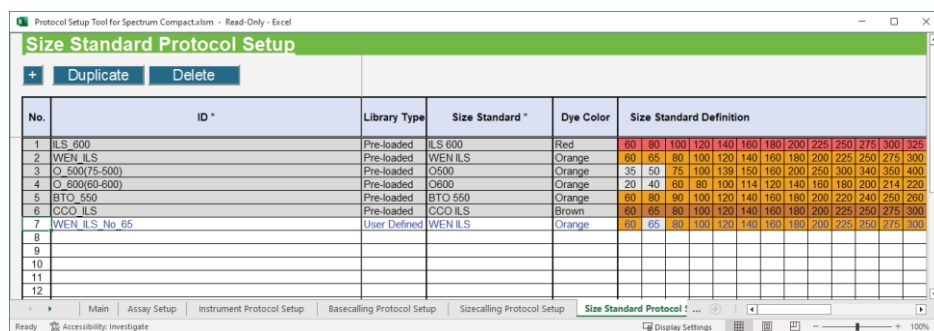

図 199 Size Standard Protocol Setup ワークシート画面
- Spectrum Compact のコントロールソフトウェアからエクスポートしたプリロードされた size standard protocol は、グレーで表示されます。また、直接編集はできませんが、コピーして編集できます。ユーザーが定義した size standard protocol はグレーで表示されず、直接編集や新しく size standard protocol を作るためにコピーして編集もできます。(図 199)
3. ユーザーが定義した既存のプロトコルを上書きしない場合、希望する size standard protocol ID を選び、「Size Standard Protocol Setup」ワークシート（図 199）の上部にある Duplicate を選択してください。